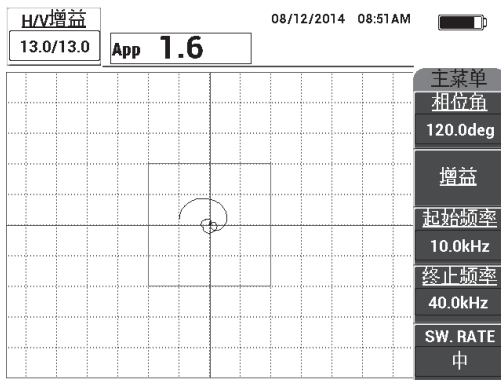

图 6-19 被限制在两个分区内的扫频图像
2. 将探头端部放置在标准试块没有缺陷的区域上，按增益键（dB），然后使用旋钮调整增益，直到扫频图像被限制在报警框中的两个分区以内（参见第 126 页的图 6-19）。